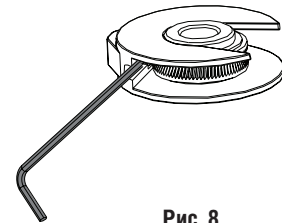

Рис. 8
- Поворачивая винт точной настройки (рис. 8), откорректируйте закрытое положение ворот.